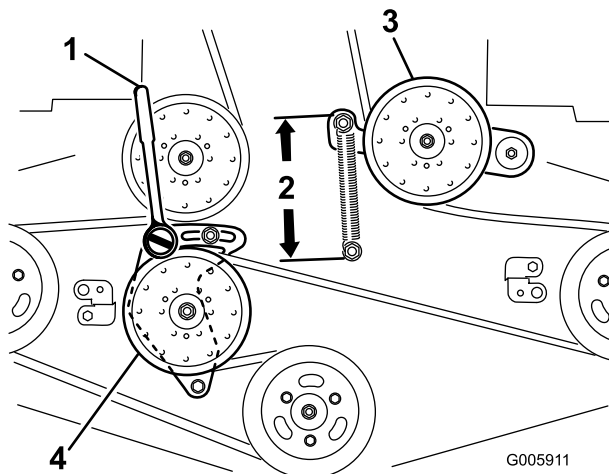

Figure 51
4. Desserrez le bras de la poulie de renvoi fixe et réglez sa position pour détendre la courroie (Figure 51).
7. Insérez une douille courte avec manche à rochet ou une barre de levier dans le trou carré du bras de la poulie de renvoi fixe (Figure 51).
9. Pour augmenter la tension de la courroie, tournez le manche à rochet ou la barre de levier dans le sens anti-horaire pour déplacer le bras de poulie fixe jusqu'à ce que les crochets du ressort soient espacés de 16,5 cm (Figure 51).